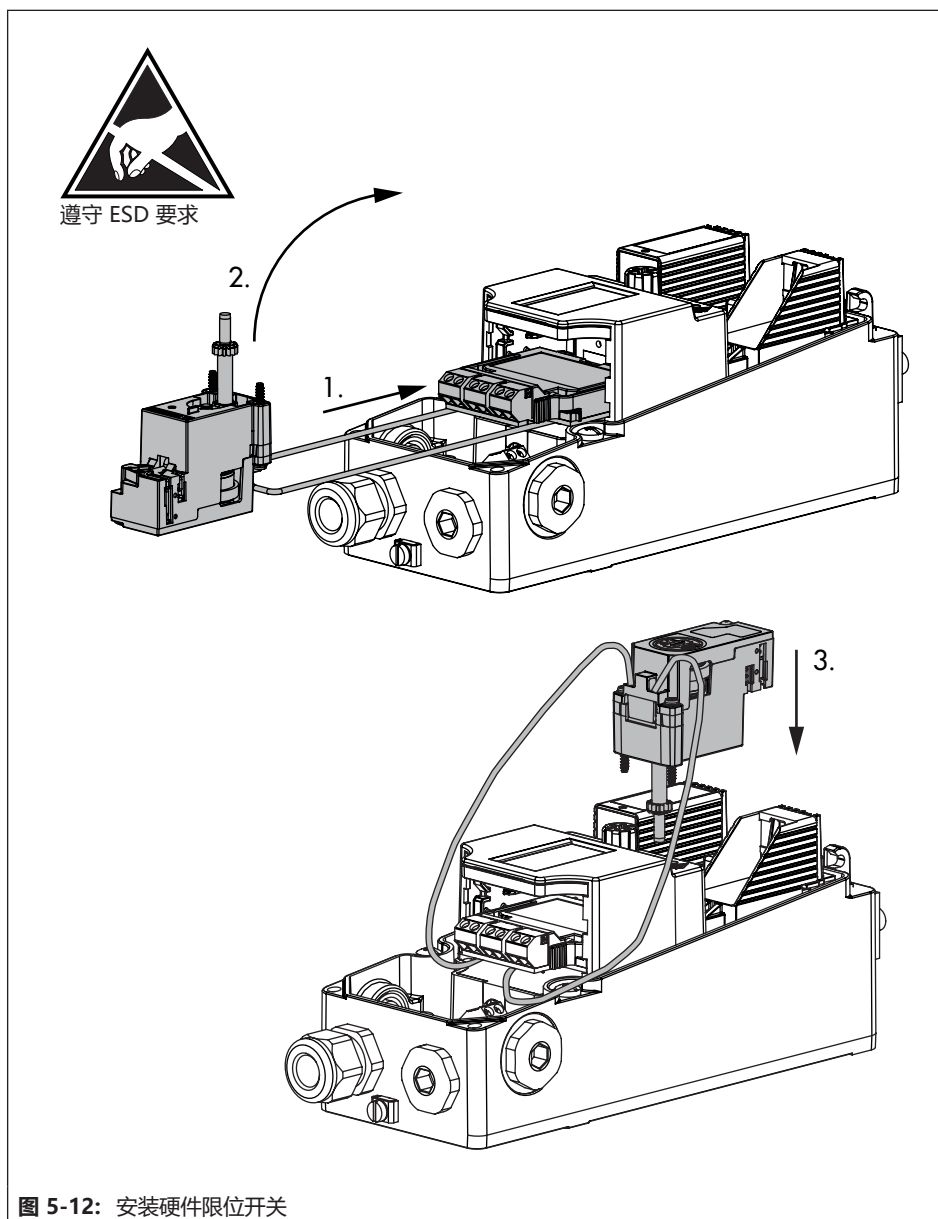

图 5-12: 安装硬件限位开关
1. 引导机械总成穿过显示屏，并安装它，如图 5-12 中所示。确保小齿轮轴与位置传感器传动装置的齿轮相接合。如果由于齿轮挡道而无法安装，请略微转动小齿轮轴。